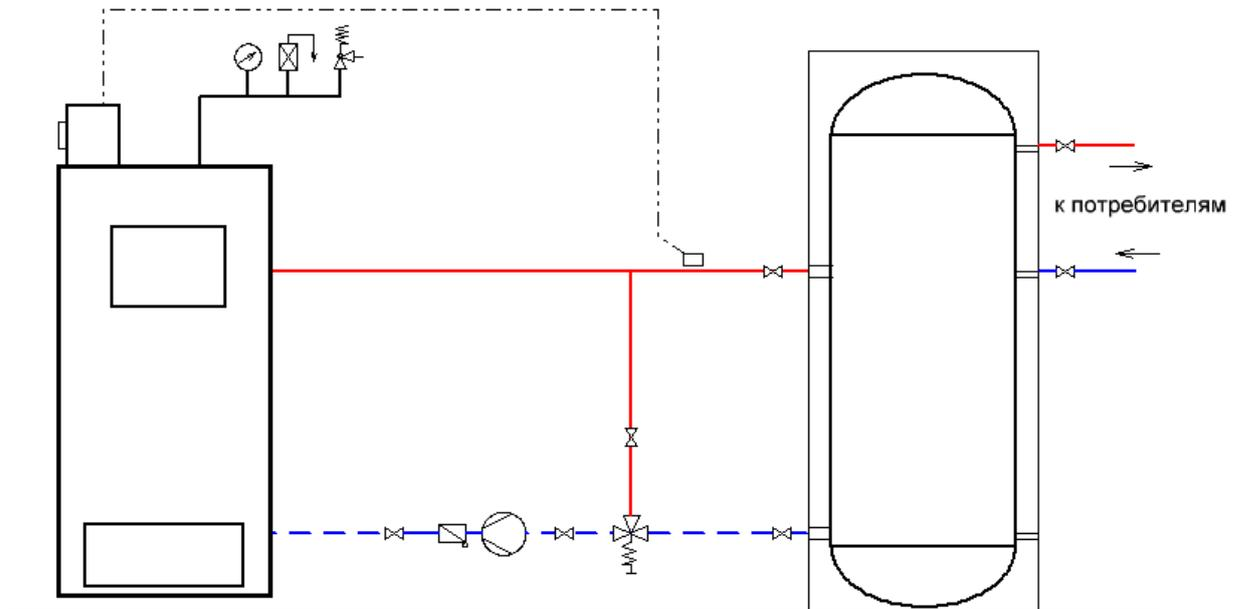
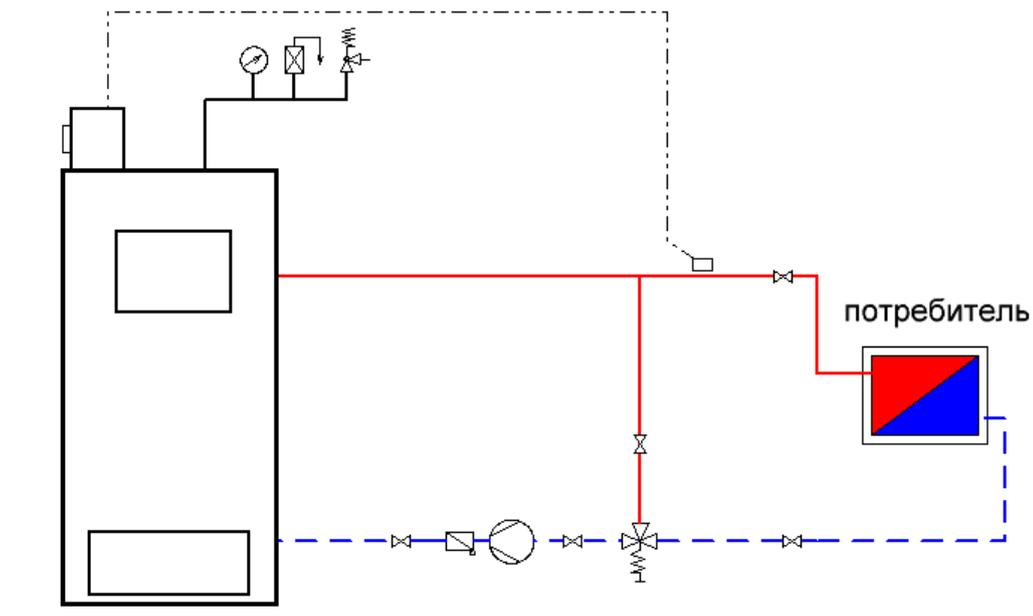

Рисунок 3 – Схема подключения к системе отопления с теплоаккумулятором
Рисунок 4 – Прямая схема подключения к потребителям
** В схемах Рисунок 3 и Рисунок 4 обязательным является установка термостатического клапана на 55°C во избежание образования конденсата в котле.